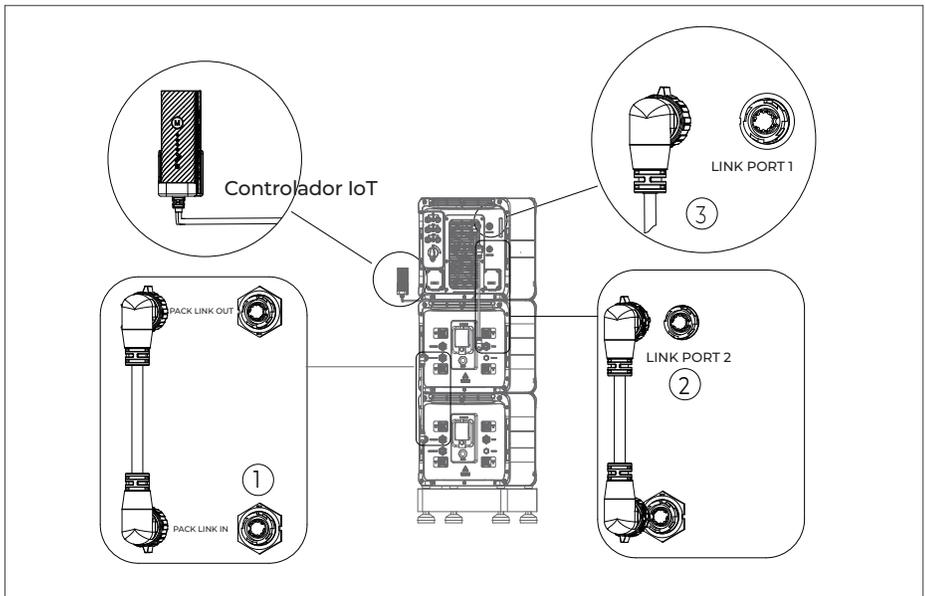

Figura 6.10
Para lograr la comunicación entre dos paquetes de baterías B500, se requiere un cable de comunicación. Enchufe un extremo del cable al puerto Link-in del B500 y el otro al puerto Link-out del B500 superior. Consulte la figura 6-10 “①”.
Para la comunicación entre el inversor EP760 y las baterías B500, conecte un extremo del cable de comunicación al puerto de señal del inversor del B500 superior (PCS LINK), y el otro al puerto LINK PORT 2 del inversor EP760. Consulte la figura 6-10 “②”.
Conecte el controlador IoT al inversor EP760. Consulte la Figura 6-10 “③”.